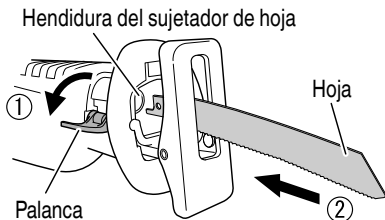
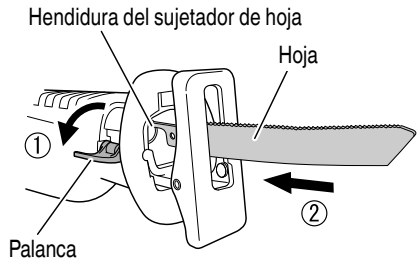

Fig. 9
Fig. 10
(1) Haga girar la palanca para abrir la sujeci3n de la hoja.
(2) Inserte completamente la hoja de sierra en la hendidura pequeņa del sujetador de la hoja mediante el giro de la palanca. Esta hoja puede montarse tanto en direcci3n ascendente como descendente. (Fig. 9, Fig. 10)